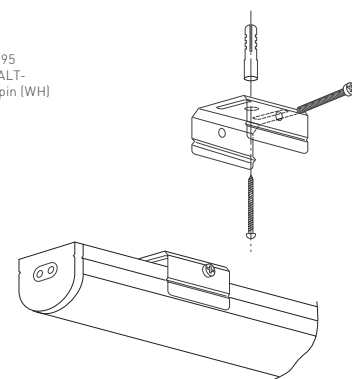

Рис. 3. Установка светильника накладным способом
- Для накладного монтажа (рис. 3) выполните разметку под скобы для светильника и закрепите их дюбель-гвоздями. Установите светильник в закрепленные скобы и зафиксируйте светильник при помощи винтов.